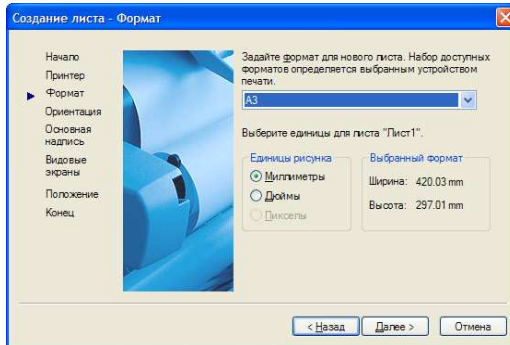

Рис. 75. Мастера настройки макета
- использование Мастера настройки макета (*Layout Wizard*, рис. 75), который через несколько шагов поможет подготовить макет для дальнейшей работы с компоновкой чертежа.